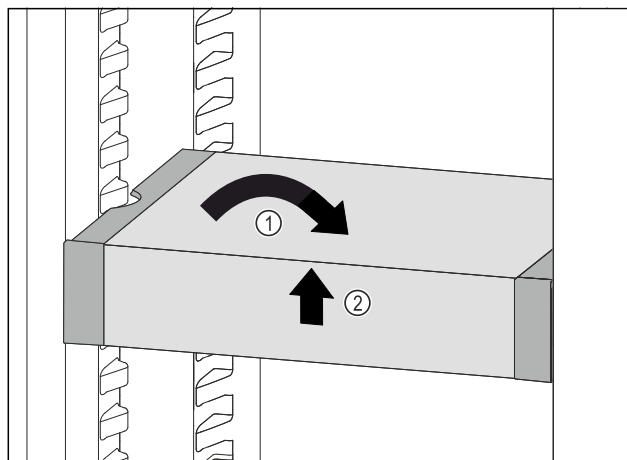

Fig. 46
- ▶ VarioSafe ustawić prosto. Fig. 46 (1)
- ▶ VarioSafe unieść z przodu. Fig. 46 (2)